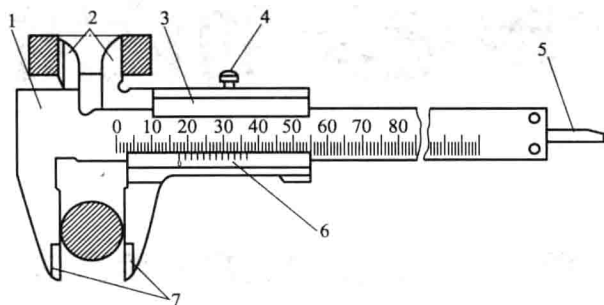

图 2-3 游标卡尺的结构形式之一
(1) 测量范围为 $0\sim 125\text{mm}$ 的游标卡尺，制成带有刀口形的上下量爪和带有深度尺，如图 2-3。
(1) 具有固定量爪的尺身，尺身上有类似钢尺一样的主尺刻度，如图 2-3 中的 1。主尺上的刻线间距为 1mm 。主尺的长度决定于游标卡尺的测量范围。
(3) 在 $0\sim 125\text{mm}$ 的游标卡尺上，还带有测量深度的深度尺，如图 2-3 中的 5。深度尺固定在尺框的背面，能随着尺框在尺身的导向凹槽中移动。测量深度时，应把尺身尾部的端面靠紧在零件的测量基准平面上。